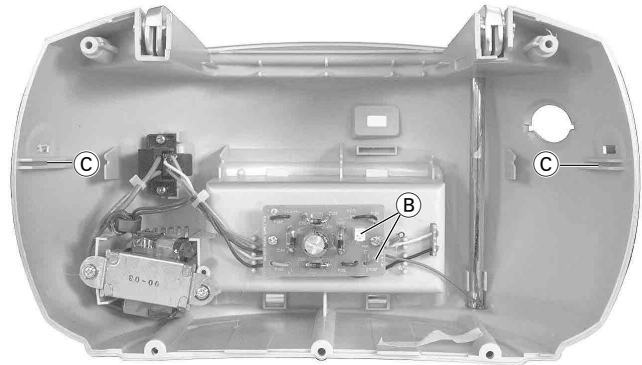

Fig. 2
- Antennenleitung und Betriebsspannungsleitung (B) (Fig. 2) abziehen.
- Beim Einbau auf die Leiterplatten-Führungen (C) (Fig. 2) achten.
- Pull off the antenna wire and the DC-supply wire (B) (Fig. 2).
- When reassembling take care of the guides (C) (Fig. 2) of the PCB.